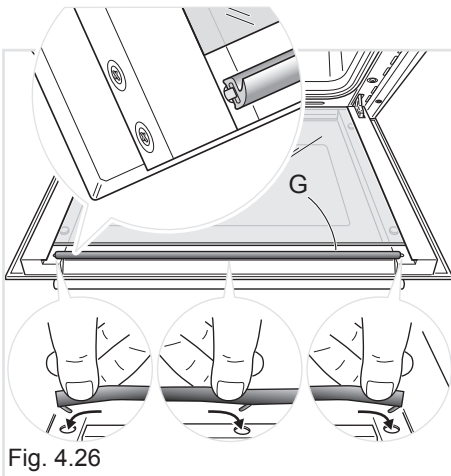

Fig. 4.26
- Montare la guarnizione "G" nel giusto verso agganciando i 3 uncini negli appositi fori (fig. 4.26).